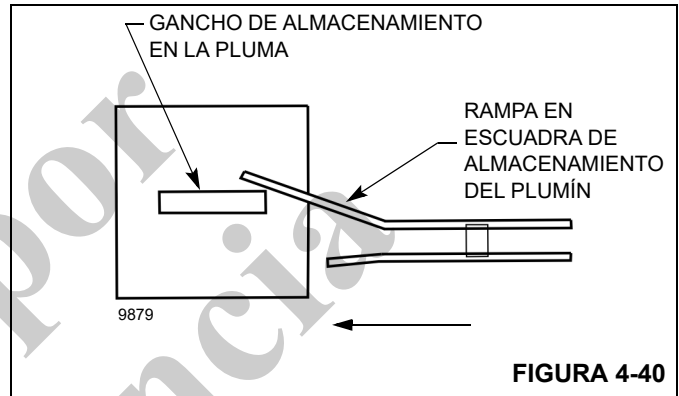

FIGURA 4-40
3. Con el plumín fijado con pasador a la cabeza de la polea, gire el plumín paralelo a la pluma usando un cable guía. Observe la alineación del conjunto de montaje del plumín trasero y de la escuadra de almacenamiento del plumín (Figura 4-40). Si es necesario, ajuste la posición vertical de la escuadra de montaje del plumín trasero en la sección de base de la pluma como se indica a continuación:
1 pulgada más arriba que el centro de la escuadra de almacenamiento en el plumín para permitir que la rampa de la escuadra de almacenamiento del plumín se enganche cuando se monte el plumín (Figura 4-40).